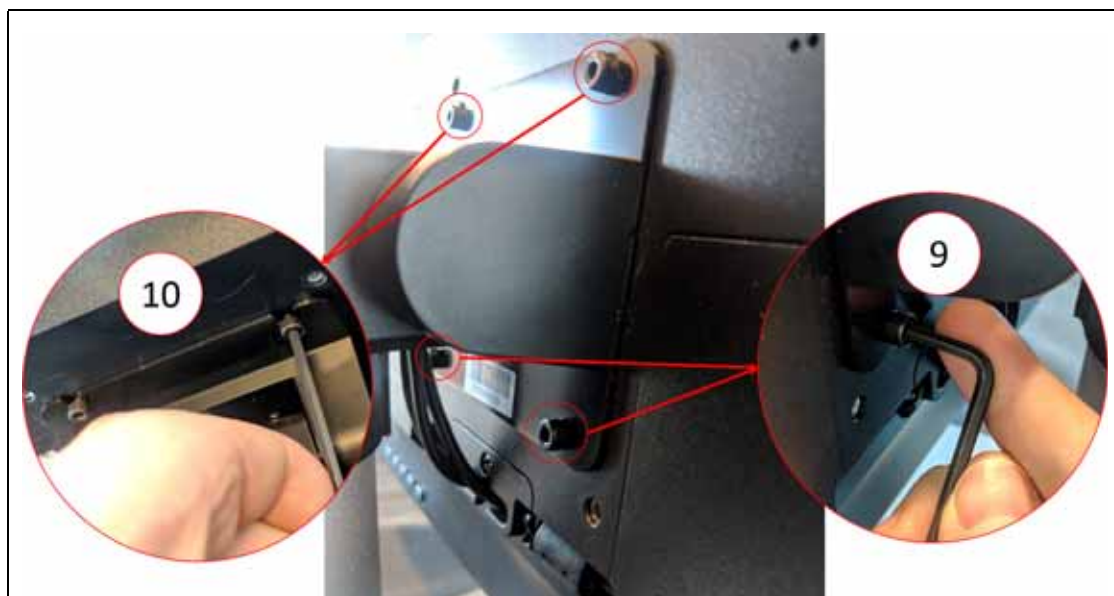

Figura 15-15 Rimozione delle viti del monitor
11. Usare una chiave a brugola o chiave esagonale con angolo a destra di 4 mm per rimuovere le due viti di fissaggio inferiori del coperchio dalla piastra che fissa il monitor a sfioramento al piedistallo. Consultare l'immagine numero 9 nella Figura 15-15.
12. Usare la chiave a brugola o chiave esagonale con angolo a destra di 4 mm per allentare le due viti di fissaggio superiori del coperchio dalla piastra che fissa il monitor a sfioramento al piedistallo. Consultare l'immagine numero 10 nella Figura 15-15.